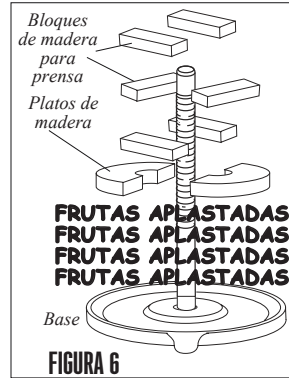

FIGURA 6
2. Coloque los platos de madera sobre la fruta (**FIGURA 6**).